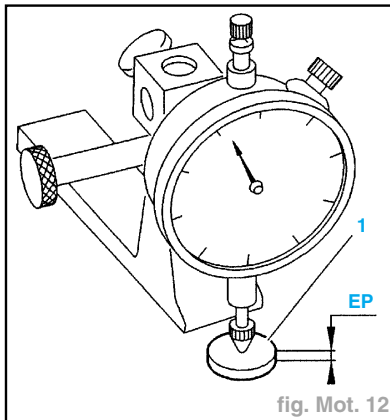

fig. Mot. 12
- Mesurer l'épaisseur "EP" du grain de réglage (1) (fig. Mot. 12).
- Déterminer l'épaisseur du grain de réglage (1) à monter (voir caractéristiques).